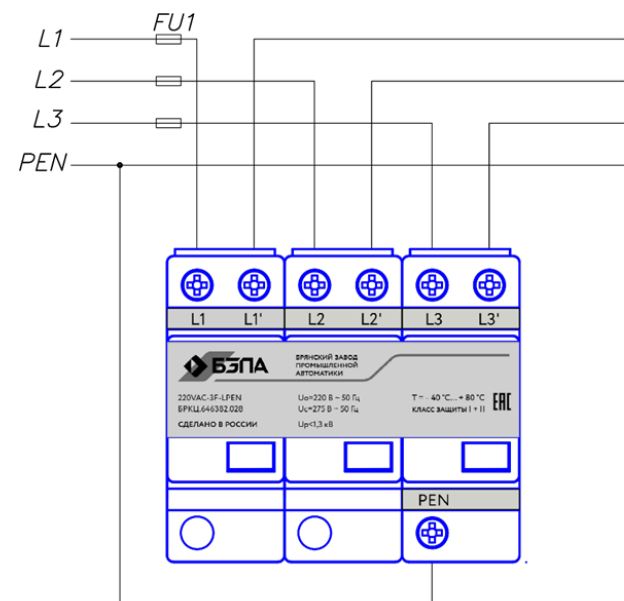

Рисунок 5 - Подключение УЗПИ по схеме «V»
1.5.3 Подключение УЗПИ по схеме «V» показано на рис. 5. Защитные предохранители FU1 устанавливаются на вводе в электроустановку, их номинал 63 А gG.